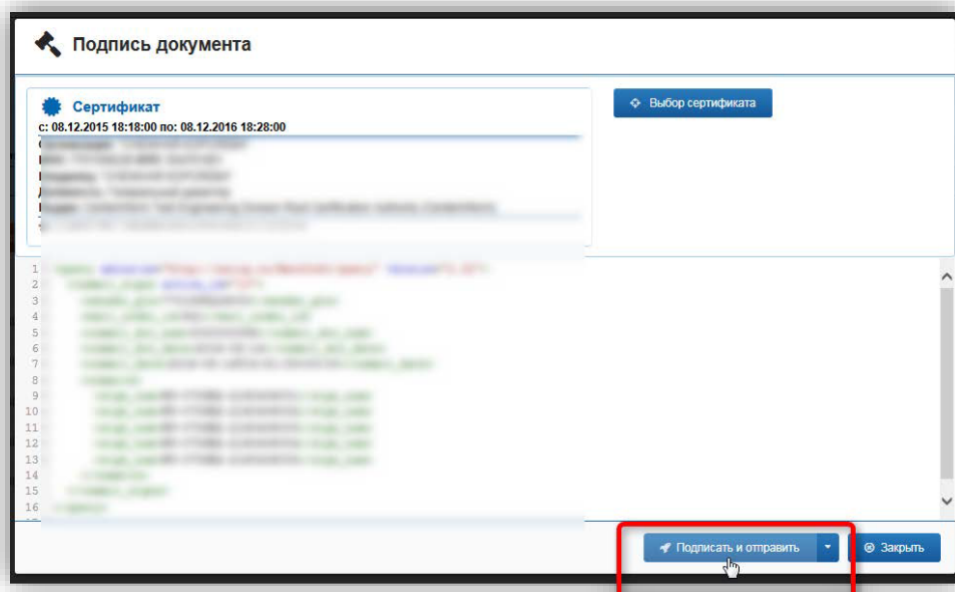

Рисунок 93 – Подписать и отправить
– Затем выберите сертификат для подписи документа и нажмите кнопку «Подписать и отправить» (рис. 93).